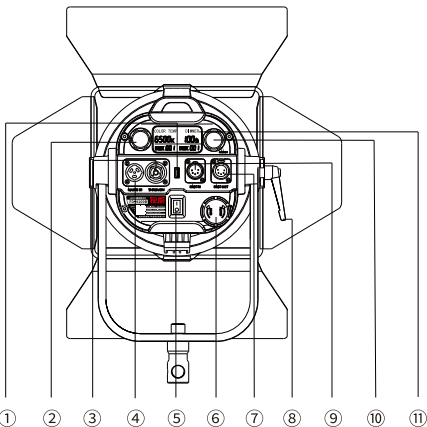

图3 FD-H100B后视图
本品色温参数调控范围:2700K-6500K, 最小调控步进50K;亮度参数调控范围:0%-100%, 最小调控步进1%。灯具参数调控支持本机调控及DMX调控两种调控方式, 用户可根据使用需求, 通过DMX灯控台或参数调节旋钮(图3 ②/⑩) 调控灯具的色温、亮度参数。
长按参数调节旋钮(图3 ②/⑩)约2s即可根据使用需求进行通信地址设置。LCD数码管字段闪烁表示当前位被选定, 旋转参数调节旋钮(图3 ②/⑩) 设置当前位, 按压参数调节旋钮(图3 ②/⑩) 确定当前位的设置并进入下一位的设置, 当完成最后一位的设置时, 按压参数调节旋钮(图3 ②/⑩) 或等待约5s, 退出通信地址的设置。